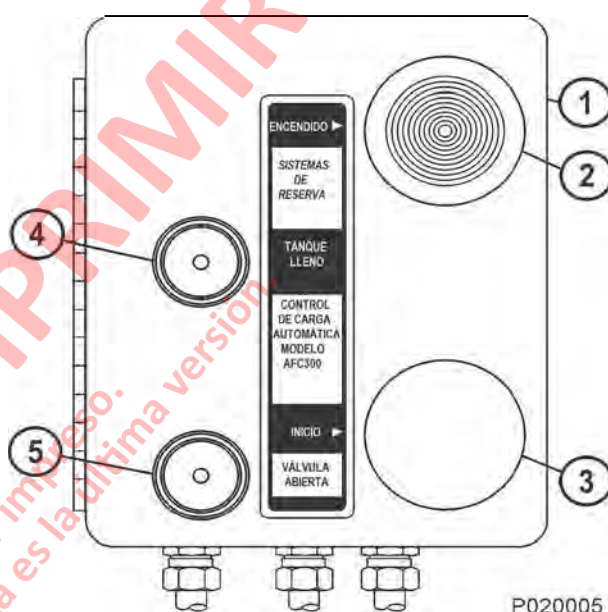

FIGURA 31-3. CARGA REMOTA DEL TANQUE DE ACEITE DE RESERVA
El interruptor del sistema (2, Figura 31-3) es un botón pulsador iluminado de encendido que acciona el sistema de carga. El interruptor de inicio (3) es un botón momentáneo que abre la válvula de carga montada en el tanque de reserva para que comience el procedimiento de carga automática del tanque de reserva. El aceite de suministro a presión fluye por la válvula de carga hacia el tanque.
2. Tire el interruptor del sistema (2, Figura 31-3) para accionar el sistema de carga.
3. Presione el interruptor de inicio (3). La luz de VÁLVULA ABIERTA (5) se encenderá y comenzará el proceso de carga.
4. Cuando el tanque esté lleno, la luz de VÁLVULA ABIERTA se apagará y se encenderá la de LLENO (4).
6. Presione y mantenga el interruptor de inicio (3) por unos segundos para aliviar la presión en la línea.
8. Empuje el interruptor (2) para apagar el sistema de carga.